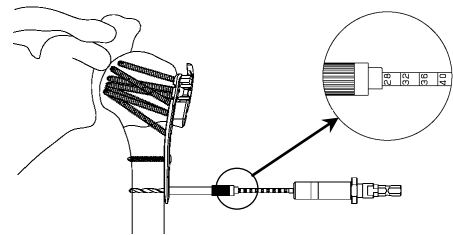

図2
- 2) 骨幹部に 2.9 ドリルスリーブを装着し、イメージインテンシファイヤー（X線透視）で確認しながら、2.9 ドリルにてドリリングします。（図2）